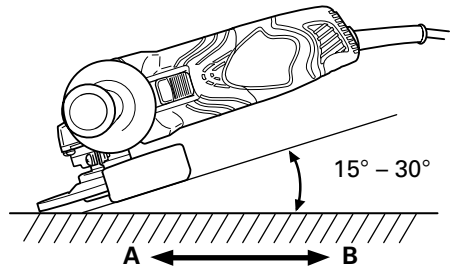

Fig. 4
4. Utilice el ángulo de amoladura apropiado. Realice la operación de amoladura con el borde de la rueda levantando la amoladora de 15° a 30°, como se muestra en la Fig. 4.
5. Mueva la amoladora en el sentido apropiado. Cuando utilice una rueda de disco abombado nueva en el sentido A (Fig. 4), el borde de la rueda puede cortar la pieza de trabajo. En este caso, realice la operación de amoladura en el sentido B (Fig. 4).